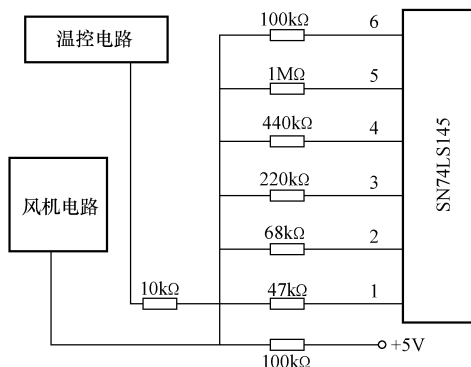
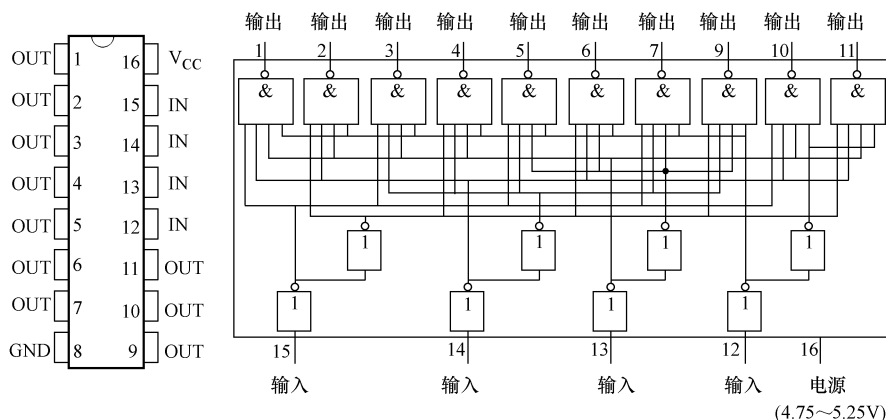

图 4-19 富士宝品牌 800H 电脑型电磁炉温控电路
图 4-20 SN74LS145 技术参数
维修笔记 由于 SN74LS145①引脚温控电路所接热敏电阻的阻值远高于正常值, 这样经 SN74LS145 集成电路译码后所得的基准电压将高于正常值, 所以电磁炉不停地加热, 无法进入保温状态。富士宝品牌 800H 电脑型电磁炉温控电路如图 4-19 所示, SN74LS145 技术参数如图 4-20 所示。